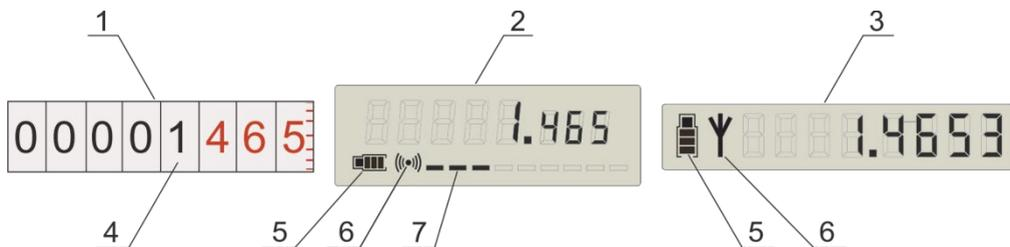

Рисунок 1 – Пример отображения данных на индикаторе МСУ/ЭСУ
Индикатор МСУ (рисунок 1) представляет собой механическое устройство из роликowych указателей объёма. Первые пять указателей показывают объем жидкости – в кубических метрах (M^3), последующие три указателя после отметки на лицевой панели показывают объем в десятых, сотых и тысячных долях m^3 . На последнем указателе (для тысячных долей m^3) нанесена шкала с ценой деления – $0,0002 m^3$ ($0,2 л$).
- для исполнения Э1 - однострочный девятисимвольный индикатор (рисунок 1);
- для исполнения Э2 - двустрочный восьмисимвольный индикатор (рисунок 1).